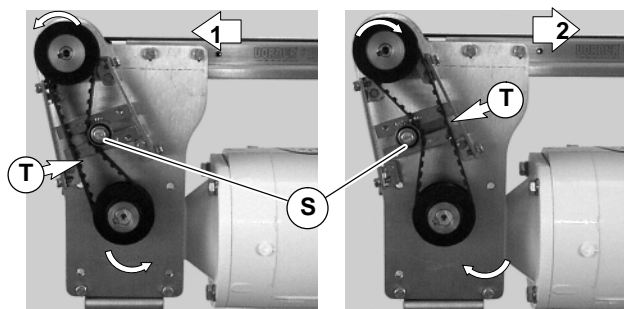

Abbildung 22
3. Je nach Laufrichtung des Fördergurtes (1 oder 2 der Abbildung 22) Lage der Zahnriemen-Spannvorrichtung S wie gezeigt positionieren. Zahnriemen so spannen, bis eine Durchbiegung von 3 mm bei einer Kraft von 0,5 kg am mittleren Punkt des Zahnriemens erreicht ist (T). Die Spannschraube mit 12 Nm festziehen.